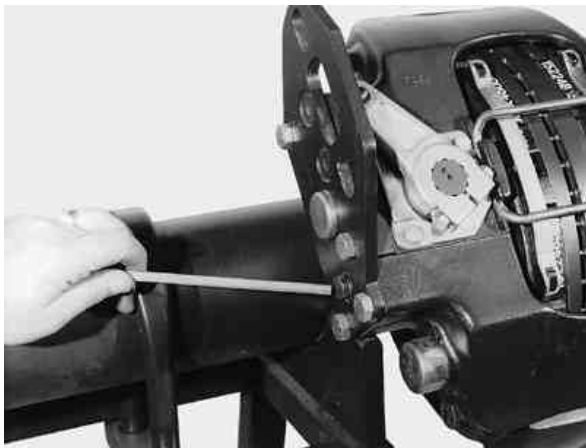

РИС. 12
Доступ для шестигранного ключа обеспечивается при удалении заглушки (Рис. 12) на задней пластине.
3. Удалите заглушку с подвески тормозной камеры (Рис. 12).
16. Установите регулировочную заглушку и кольцевую прокладку (Рис. 12). Затяжку произведите соответствующим моментом, величина которого приведена в таблице.